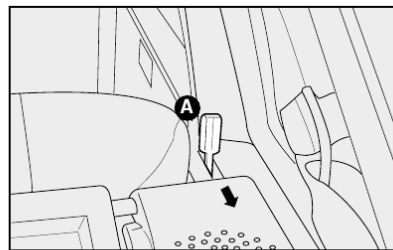

fig. 62
- 2) Desengatar o encosto, movendo as alavancas laterais A-fig. 62 no sentido da seta.
**ADVERTÊNCIA:** O encosto do banco traseiro pode ser colocado em duas posições, de acordo com a necessidade de mais ou menos espaço no porta-malas. Para alterar a posição do encosto, empurre a alavanca A-fig.62 no sentido indicado pela seta.